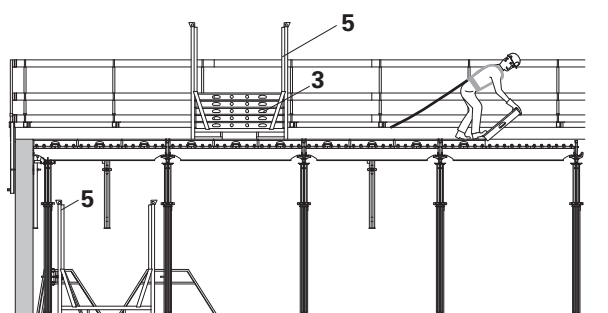

Fig. 23
Déposer la palette SD (5) avec les panneaux (3) sur l'aire de coffrage. Mettre en place les panneaux par le-haut dans les poutrelles primaires. Redéposer au sol les palettes vides et les mettre à disposition pour l'opération de décoffrage. (Fig. 23)